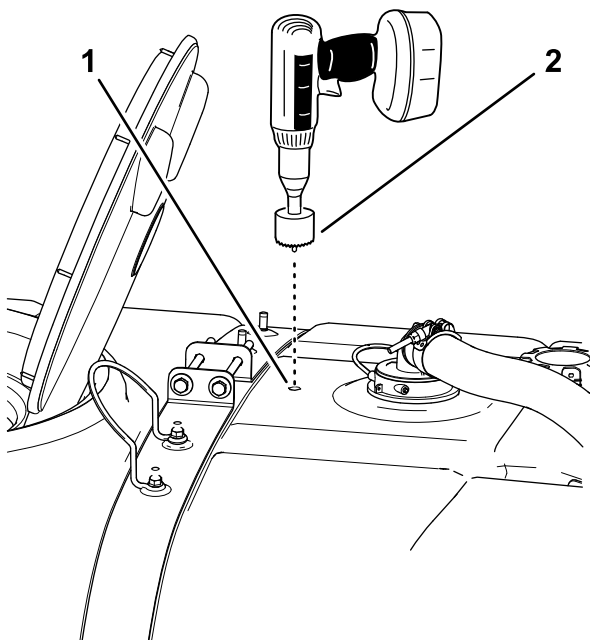

Bild 18
4. Benutzen Sie eine 4, 5 cm große Lochsäge, um ein Loch in die Bohrmarkierung zu bohren (Bild 18).